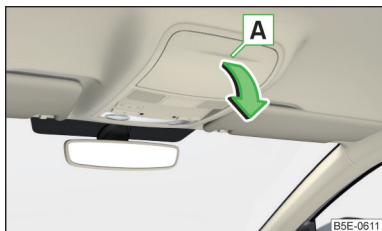

Fig. 103
- Pour **ouvrir**, appuyez sur le couvercle du compartiment à lunettes dans la zone **A**. Le compartiment s'ouvre dans le sens de la flèche » fig. 103.